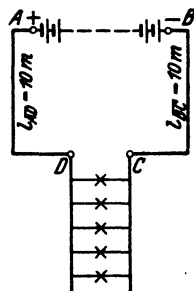

Abb. 20. Schaltung zu Aufgabe 81.
81. Fünf Elemente mit einer EMK von je 1,8 [1,9] V und je 0,2 [0,19] Ω innerem Widerstand sind hintereinandergeschaltet. In einer Entfernung von 10 [12] m werden 4 [5] parallelgeschaltete Glühlampen von je 16 [20] Ω Widerstand gebrannt. Die Verbindung wird durch die Kupferleitungen \overline{AD} und \overline{BC} hergestellt, deren Durchmesser 1,2 mm beträgt. Abb. 20 zeigt die Schaltung.